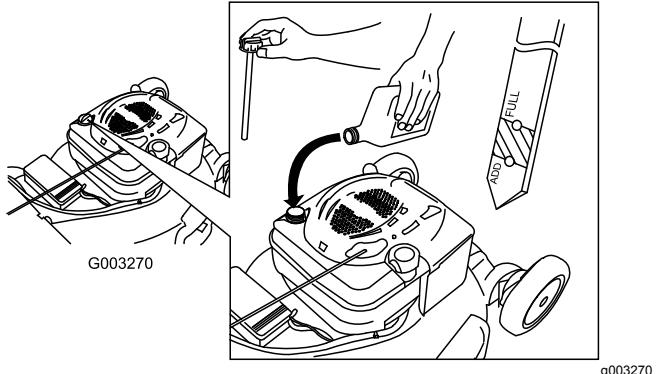

Figure 6
5. Sortez de nouveau la jauge et vérifiez le niveau d'huile ; voir Figure 6.
- Si le niveau d'huile est trop bas, ajoutez lentement une petite quantité d'huile dans le tube de remplissage, puis répétez les opérations 3 à 5 jusqu'à ce que le niveau d'huile soit correct, comme montré à la Figure 6.
2. Retirez la jauge (Figure 6) et versez de l'huile dans le tube de remplissage pour remplir le carter moteur aux 3/4.